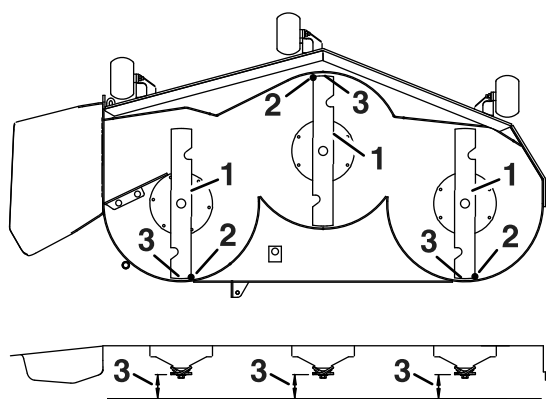

Figura 73
4. Girate con cautela le lame in modo che siano disposte longitudinalmente (**Figura 73**).
5. Misurate il valore dalla punta della lama anteriore e dalla punta della lama posteriore alla superficie piana (**Figura 73**).